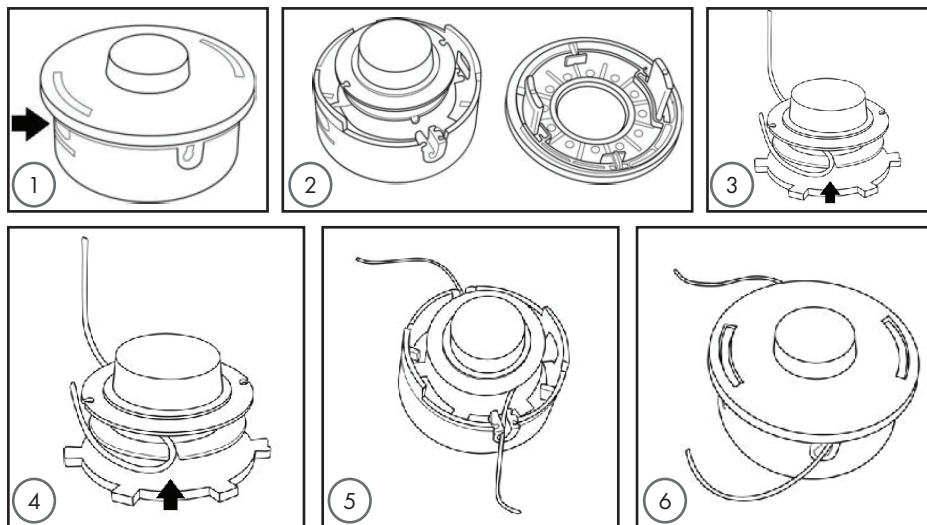

Рис. 7
3. Ваш бензотриммер укомплектован кассетой с усовершенствованной конструкцией, позволяющей максимально быстро и просто производить заправку лески (рис. 7).
1. Нажать на фиксирующие защёлки сбоку головки (1) и снять крышку (2) (рис. 7).
4. Вставить триммерную леску в месте перегиба в центральный паз, расположенный на средней направляющей катушки (3) (рис. 7).
5. Намотать оба конца триммерной лески ровными плотными слоями на катушку в направлении по часовой стрелке. Закрепить концы намотанной триммерной лески в предусмотренные для неё пазы (4) (рис. 7).
6. Установить катушку в головку триммера и закрепить её крышкой (5) и (6) (рис. 7).